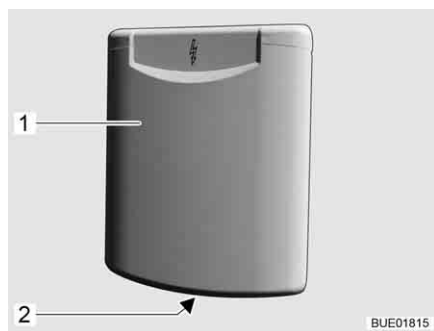

Fig. 69 Verrou de pression portillon de service
- Insérer la clé dans le barillet du verrou de pression verrouillable (Fig. 69,1) et la faire tourner d'un quart de tour. Le verrou de pression est déverrouillé.
- Insérer la clé dans le barillet du verrou de pression verrouillable (Fig. 69,1) et la faire tourner d'un quart de tour. Le verrou de pression est verrouillé.